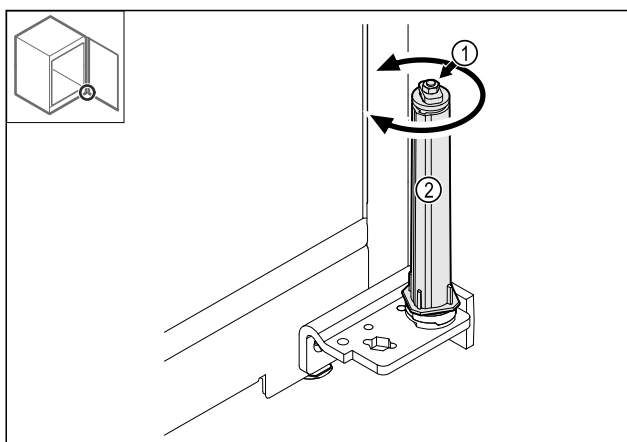

Fig. 40
- Μην αποσυναρμολογείτε τη βιδωτή σύνδεση Fig. 40 (1) του συστήματος κλεισίματος.
- Περιστρέψτε το σύστημα κλεισίματος Fig. 40 (2), μέχρι να κάνει κλικ.